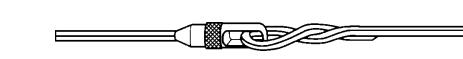

Figura 1
- Asegure la línea de tracción tal como se muestra en la Figura 1.